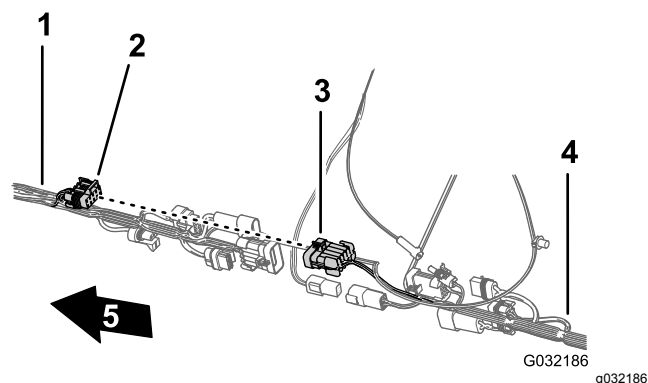

図 115
2. 前方ハーネスのスプレーヤ用ハーネスインターコネクタの10ソケットコネクタを、後方ハーネスのスプレーヤ用ハーネスインターコネクタの10ピンコネクタに接続する 図 115。